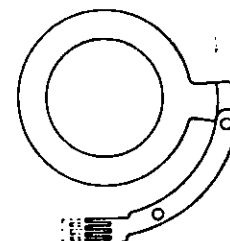

Fig. 48
(D) BLC contact assy (Fig. 48).